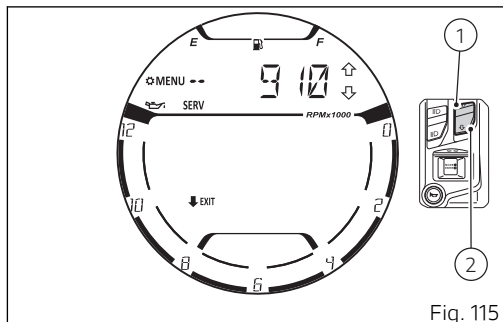
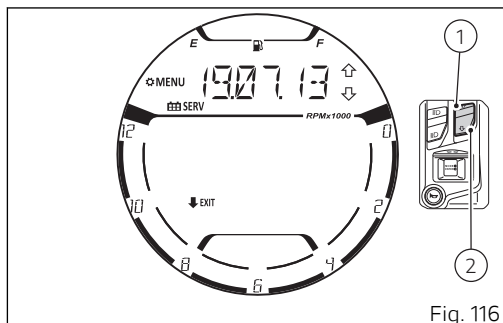

Fig. 115
Fig. 116
Al presionar el pulsador (1) o el pulsador (2) el salpicadero visualiza en secuencia la información "Oil Service" (Fig. 115), "Annual Service" (Fig. 116) y luego vuelve a visualizar la información del "Desmo Service" (Fig. 114).